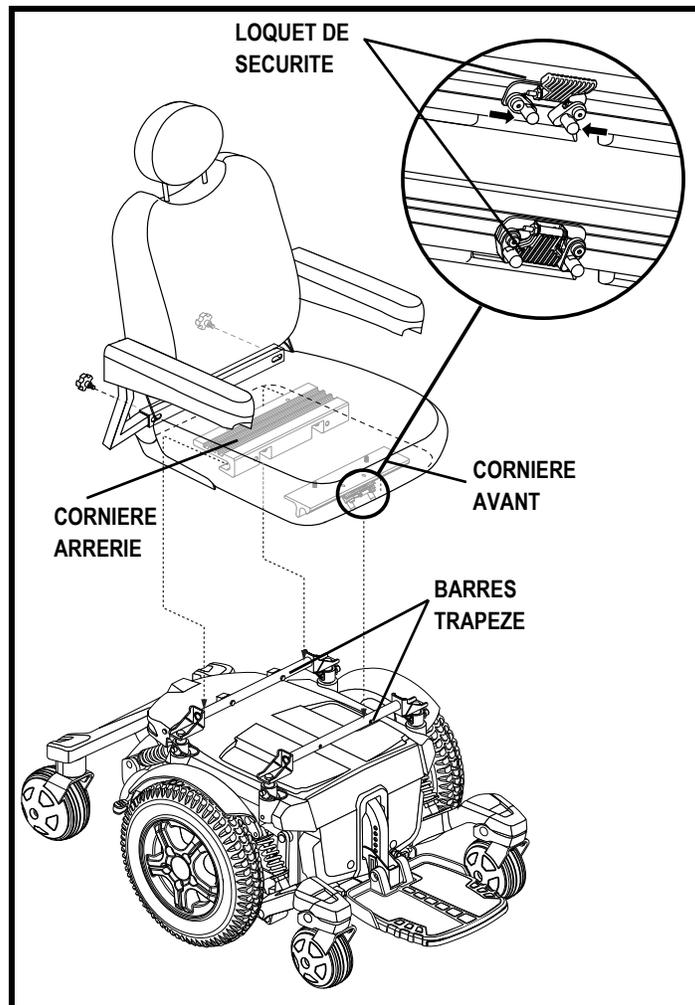

Figure 11. Système de montage universel
Il se peut que vous ayez à installer le siège avant la première utilisation ou après avoir transporté votre fauteuil motorisé. La plupart des sièges sont fixés à la base à l'aide du «Système de Montage Universel» (SMU). Le système de montage universel (SMU) est composé de pièces compatibles au siège à dossier moyen ou à dossier haut sans égard à la largeur ou à la profondeur du siège. Les composants principaux sont deux cornières en aluminium montées sous le siège. Celles-ci se fixent sur la paire de barres trapèze fixées sur la base motorisé. **Voir la figure 11.**
1. Inclinez le siège vers l'arrière et glissez la cornière arrière sur la barre trapèze arrière. **Voir la figure 11.**
5. Basculez le loquet du siège vers le haut. **Voir la figure 11.**